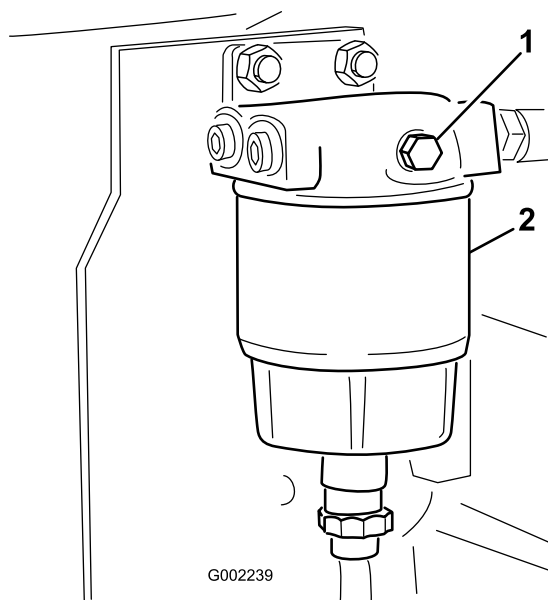

Figura 43
3. Abra o tampão de ventilação do separador de água/combustível (Figura 43).